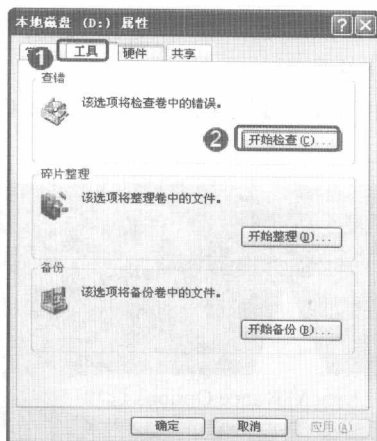

图 8-2 单击“开始检查”按钮
步骤② 在弹出的驱动器属性对话框中切换到“工具”选项卡,单击“开始检查”按钮,如图 8-2 所示。